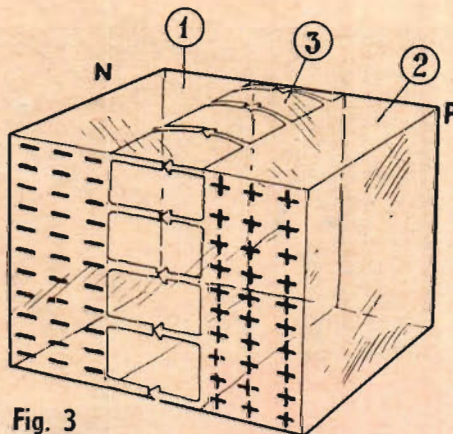

Fig. 3
Fig. 3 visar kisel P-N-koppling. I ett tunt gränsskikt vid kopplingen mellan ett elektronrikt område (1) och ett med positiva laddningar rikt område 2, byggs ett kraftigt elektriskt fält 3 upp som håller elektroner på N-sidan och de positiva laddningarna på P-sidan.